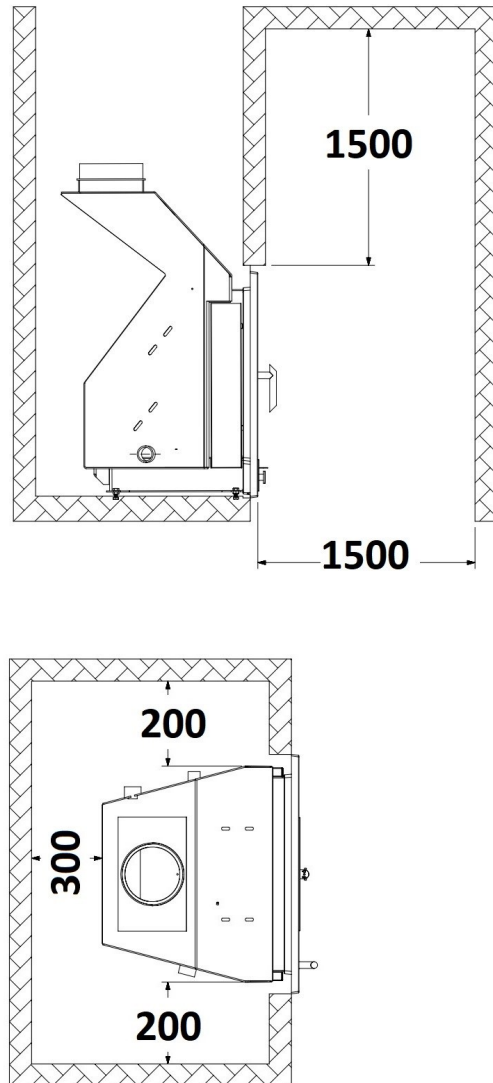

Fig. 8 - Distâncias de segurança (mm)
1. Quando colocar a estufa, respeite as distâncias de segurança necessárias, quer do forno, quer da chaminé, das superfícies combustíveis (paredes de madeira ou forradas, solo de madeira, móveis, cortinas, roupas, etc.). Estas distâncias devem de ser respeitadas quando o recobrimento das paredes ou zonas próximas for suscetível de deterioro ou deformação pelo efeito das temperaturas (vernizes, tintas, P.V.C.. etc.). **Fig. 8**